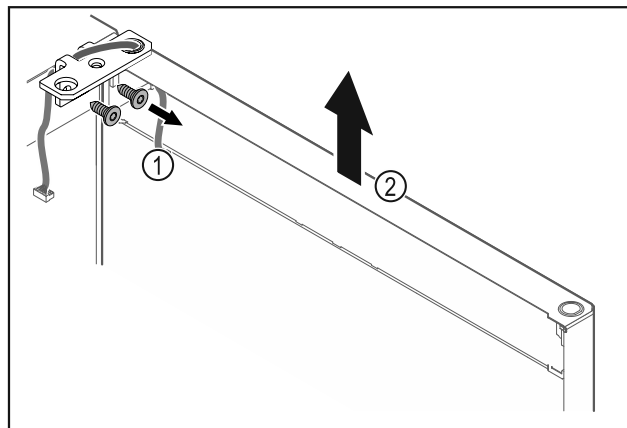

Fig. 19
- ▶ Ξεβιδώστε τη γωνία μεντεσέ Fig. 19 (1).
- ▶ Σηκώστε την πόρτα μαζί με τη γωνία μεντεσέ Fig. 19 (2) περίπου 200 mm ευθεία προς τα επάνω και αφαιρέστε τη.